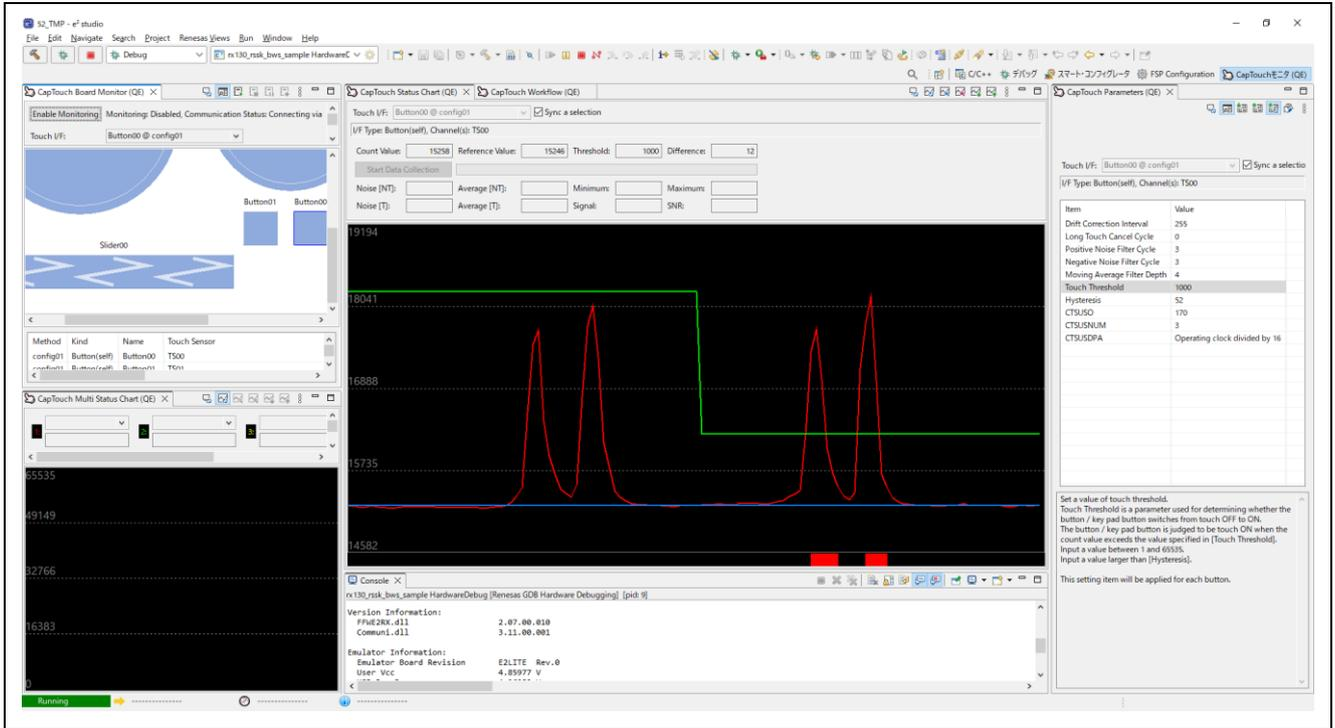

图 1-3 通过 QE for Capacitive Touch 手动调整 CapTouch 参数
手动调整时，在 QE for Capacitive Touch 的“CapTouch Parameters (QE)”（图 1-3 中红框标注的部分）中更改参数值，并可通过“CapTouch Status Chart”实时查看调整结果。另外，本界面中看到的已调整的参数也可以反映到源文件中。手动调整时使用的“CapTouch Parameters (QE)”工具栏（图 1-3 中蓝框标注的部分）中的各个功能说明，请参见“表 1-2”。通过这些图标可以读取应用中的参数值。